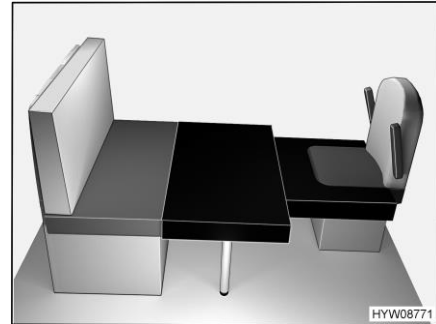

Fig. 71 Después de la transformación
- Colocar el cojín adicional grande en el tablero de la mesa (Fig. 71).
- Colocar el cojín adicional pequeño en el asiento del conductor (Fig. 71).